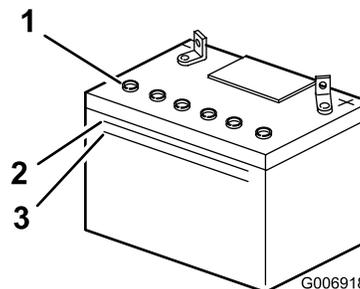

Figure 28
2. Observez le côté de la batterie. Le niveau de l'électrolyte doit atteindre le trait supérieur (Figure 28).
Remarque: Le niveau d'électrolyte ne doit pas descendre au-dessous du trait inférieur (Figure 28).
3. Enlevez les bouchons d'aération de la batterie (Figure 28)
4. Versez de l'eau distillée avec précaution dans chaque élément jusqu'au repère supérieur (Figure 28) sur le côté de la batterie.
- Attendez 5 à 10 minutes après avoir rempli les éléments. Au besoin, ajoutez de l'eau distillée pour amener le niveau jusqu'au repère supérieur sur le côté de la batterie (Figure 28).